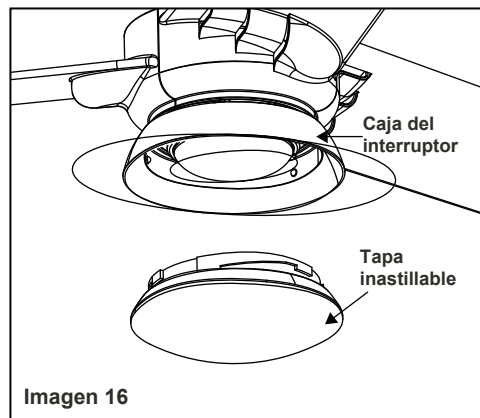

Imagen 16
Paso 3. Fije la Tapa Inastillable a la caja del interruptor girando en el sentido de las agujas del reloj. No apriete demasiado (Imagen 16).